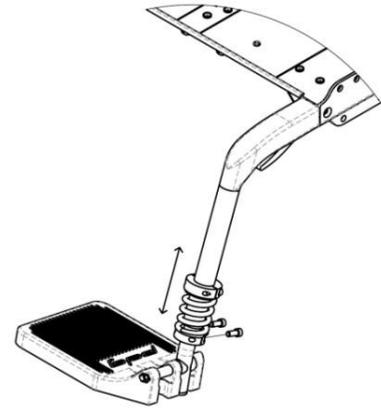

Figure 10.4 : Réglage de la hauteur de montage
1. Desserrez les deux boulons de serrage inférieurs avec une clé hexagonale 3/16" illustré à la Figure 10.4.